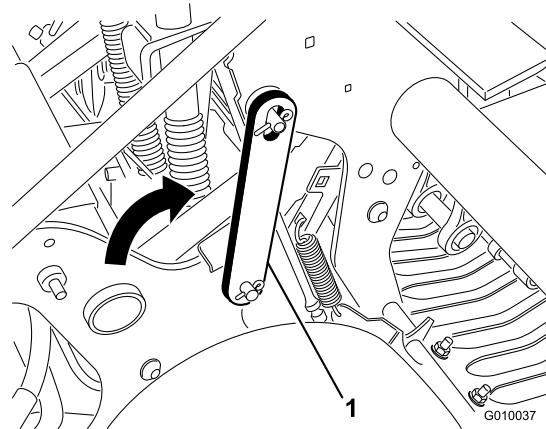

Bild 21
3. Drehen Sie den Wartungsriegel nach hinten und setzen Sie ihn in den Aerifizierkopfstift ein (Bild 21). Befestigen Sie ihn mit dem Clipring.